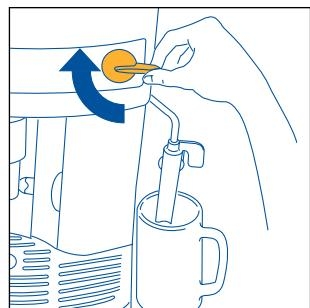

Рис. 6
- Через несколько секунд из насадки для взбивания молока начнет вытекать вода. Когда чашка будет наполнена примерно 30 мл воды, поверните ручку подачи пара по часовой стрелке на половину оборота, рис. 6, до упора, так чтобы вода перестала течь.
- Поверните регулятор подачи пара по часовой стрелке до упора, рис. 6, для того, чтобы прервать выход воды и переведите насадку для взбивания молока в первоначальное положение, направив с центра кофеварки.
- Направьте насадку для взбивания молока, рис. 6, в сторону вне кофеварки.
- Чтобы прервать подачу, поверните ручку до упора по часовой стрелке, рис. 6.
- После достижения требуемой температуры прервите подачу пара, повернув регулятор подачи пара по часовой стрелке до упора, рис. 6.